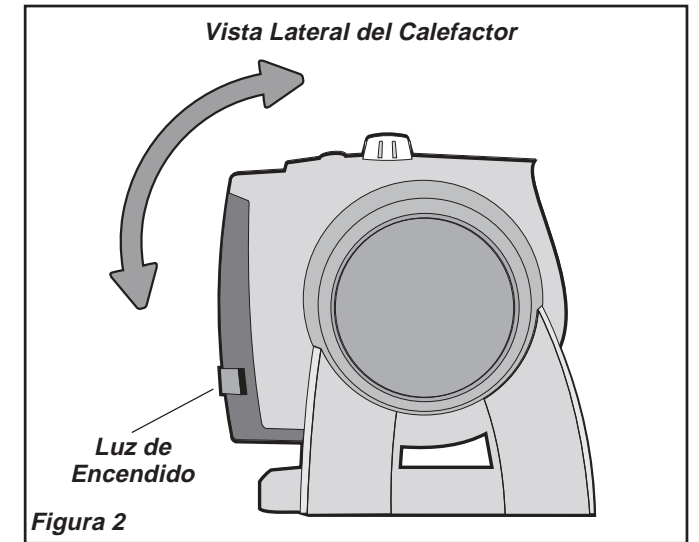

Figura 2
3. Asegúrese que la unidad esté en la posición APAGADO (0) antes de conectar el Calefactor al tomacorriente.
7. Mueva la **Perilla de Encendido** hasta la posición de calor deseada. El Calor Alto (1500W) está representado por el (2) y el Calor Bajo (900W) por el (1).
9. Para ajustar el ángulo del flujo de aire del Calefactor, rote el cuerpo del Calefactor hacia delante o hacia atrás hasta la posición deseada. (**Figura 2**)
11. Para desconectar el Calefactor, gire la **Perilla de Encendido** a la posición APAGADO (0), luego retire el enchufe del tomacorriente.